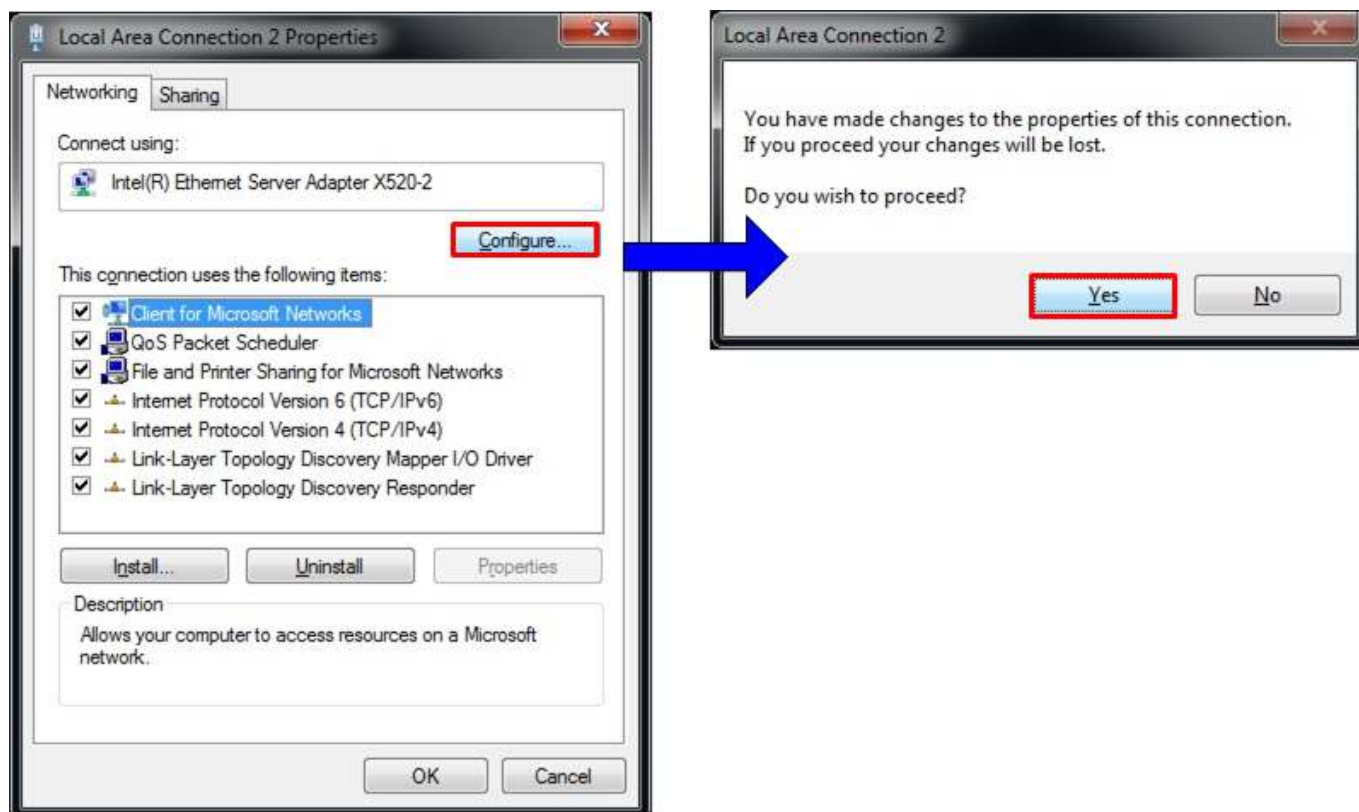

図 2-2: ネットワーク・コンフィグ
- Window 上のローカルエリア接続のプロパティにて、図 2-2 の様に[構成]のボタンをクリックします。